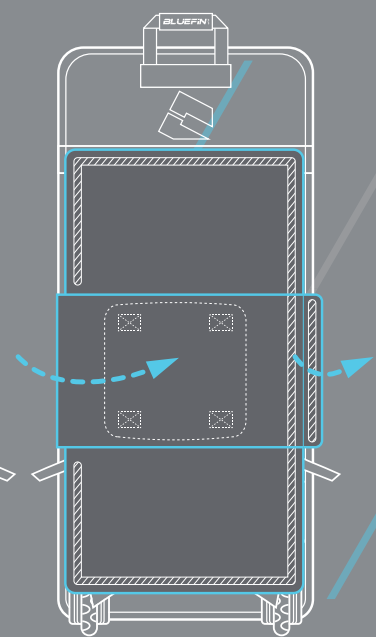

Imagen 4.
- Presiona hacia abajo la tira de velcro para completar y fijar la solapa de velcro, Imagen 4.